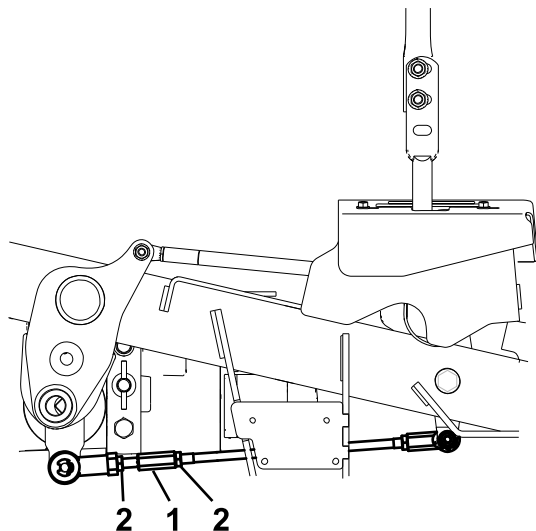

Figura 59
10. Regolate la lunghezza dell'asta di controllo della pompa facendo girare nella direzione opportuna i due dadi sull'asta, finché le ruote si spostano leggermente indietro (**Figura 59**).